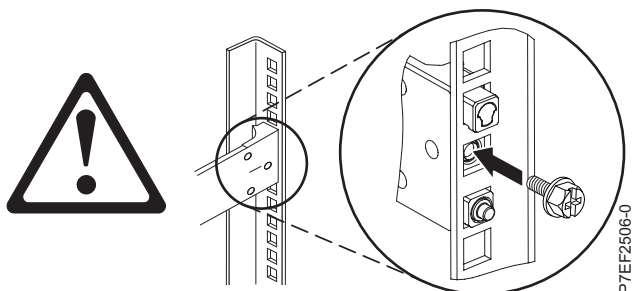

Figura 4. Reinstalando o Parafuso
4. Reinstale o parafuso que foi removido na etapa 2 na página 4, conforme mostrado na Figura 4.